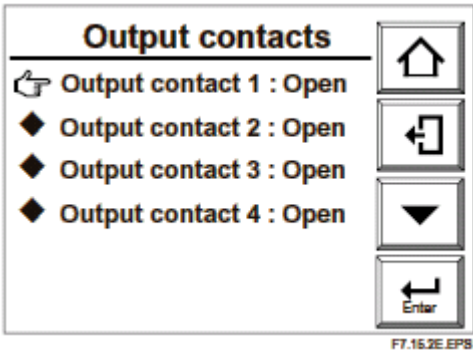

图 7.15.2 触点输出检查面板显示
- (1) 在基本面板显示中按压 Setup 键，以显示执行/设置显示。在该显示中选择维护（Maintenance）。
- (2) 然后在维护面板显示中选择 Contact check（触点检查）以显示 Contact check（触点输出）显示。（见图 7.15.2）
- (3) 在该显示中，输入需要检查的触点输出。接着出现能关闭和打开触点的显示。使用该显示可进行连续检查。